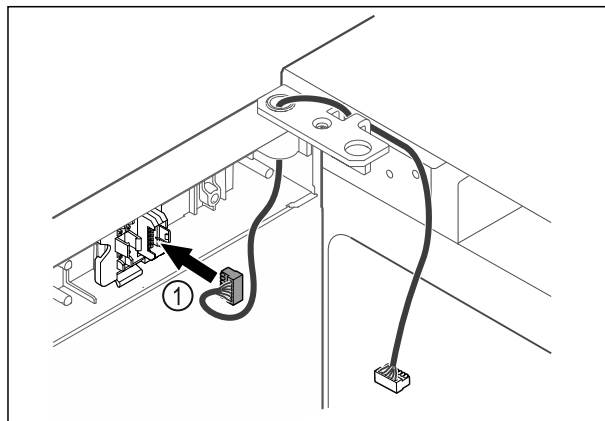

Fig. 40
- ▶ Sätt in kontakten Fig. 40 (1) i kontakthållaren.